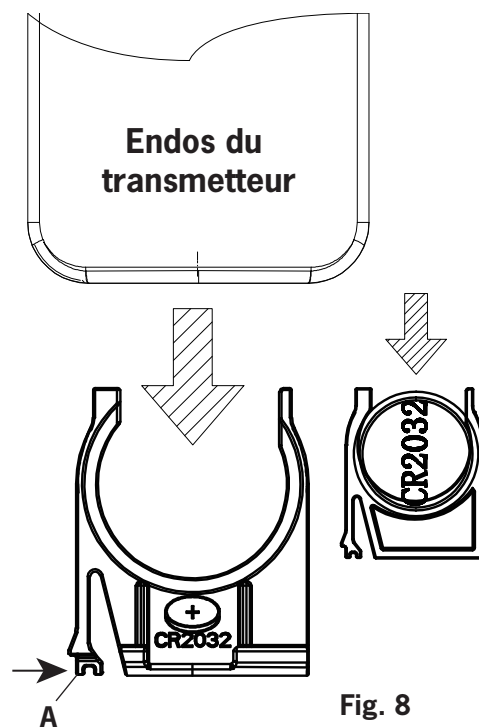

Fig. 8
1. Enlevez le couvercle à piles se trouvant sous le transmetteur à distance et placez des piles dans le compartiment. Replacez le couvercle. (Fig. 8)
Enlevez le couvercle de pile en appuyant sur la position « A » comme illustré à la Fig. 8, en poussant vers la droite et en tirant dessus. Placez des piles CR2032 dans le compartiment (**assurez-vous que le côté identifié « + » est vers le haut**), puis refermez le compartiment.